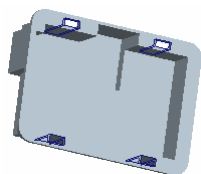
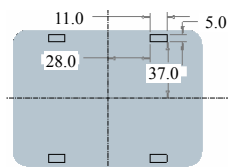

图 5.38.40 拉伸 3
图 5.38.41 截面草图
Step6. 创建图 5.38.40 所示的拉伸特征 3。在操控板中单击“拉伸”按钮 。在操控板中按下“移除材料”按钮 。选取 FRONT 基准平面为草绘平面，选取 RIGHT 基准平面为参考平面，方向为 **右**；单击 **草绘** 按钮，绘制图 5.38.41 所示的截面草图，在操控板中选择拉伸类型为 ，单击  按钮，单击  按钮，完成拉伸特征 3 的创作。